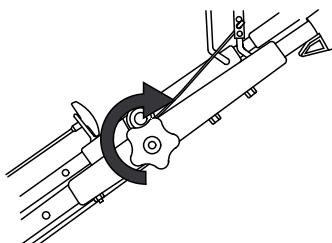

Figura 4
- Apriete todo lo que pueda el pomo del manillar superior (Figura 4).